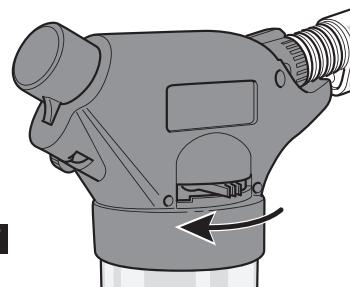

FIG. 7
- b. Faites tourner le mécanisme coulissant pour le contrôle de la flamme afin de le mettre dans la position minimum comme illustré à la Figure 7.